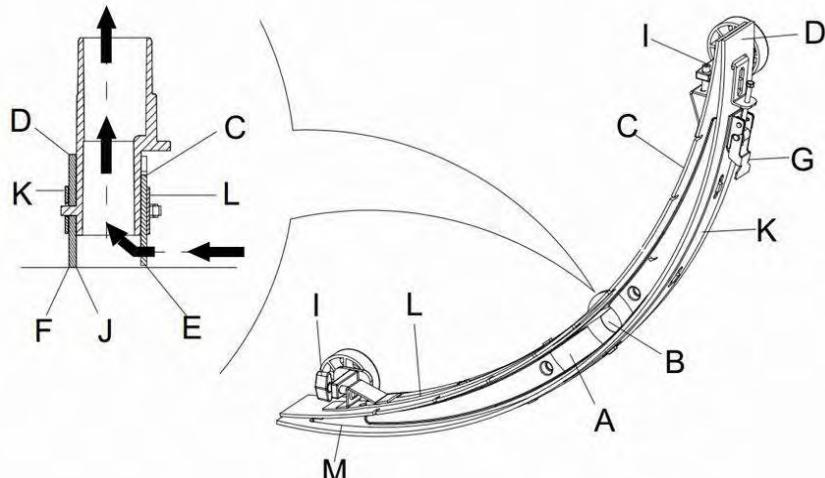

Рисунок 15
2. Нажмите кнопку включения питания (41) и установите позицию “О”, для отключения устройства.
3. Отвинтите фиксированной ручкой (16) щетки; снимите разъем подключения трубы Восстановительного Вакуума и снимите щетку.
4. Используйте ручку для подъема швабры (14).
5. Очистите щетку (**Рисунок 15**). Очистите пазы (**A**, **Рисунок 15**) и остатки грязи с вакуумной трубы. Убедитесь, что переднее лезвие швабры (**C**) и заднее лезвие швабры (**D**) целы, и проверьте на наличие сколов и трещин. При необходимости измените их (см. шаги в следующем разделе).
1. После методов, показанных в предыдущем разделе, очистить щетку (**Рисунок 15**)
2. Проверьте края (**E**, **Рисунок 15**) лезвие передней щетки (**F**) и части лезвий задней щетки (**D**). Они должны быть на примерно одинаковом уровне по всей длине. В противном случае, отрегулируйте их длину посредством следующем процедуры: